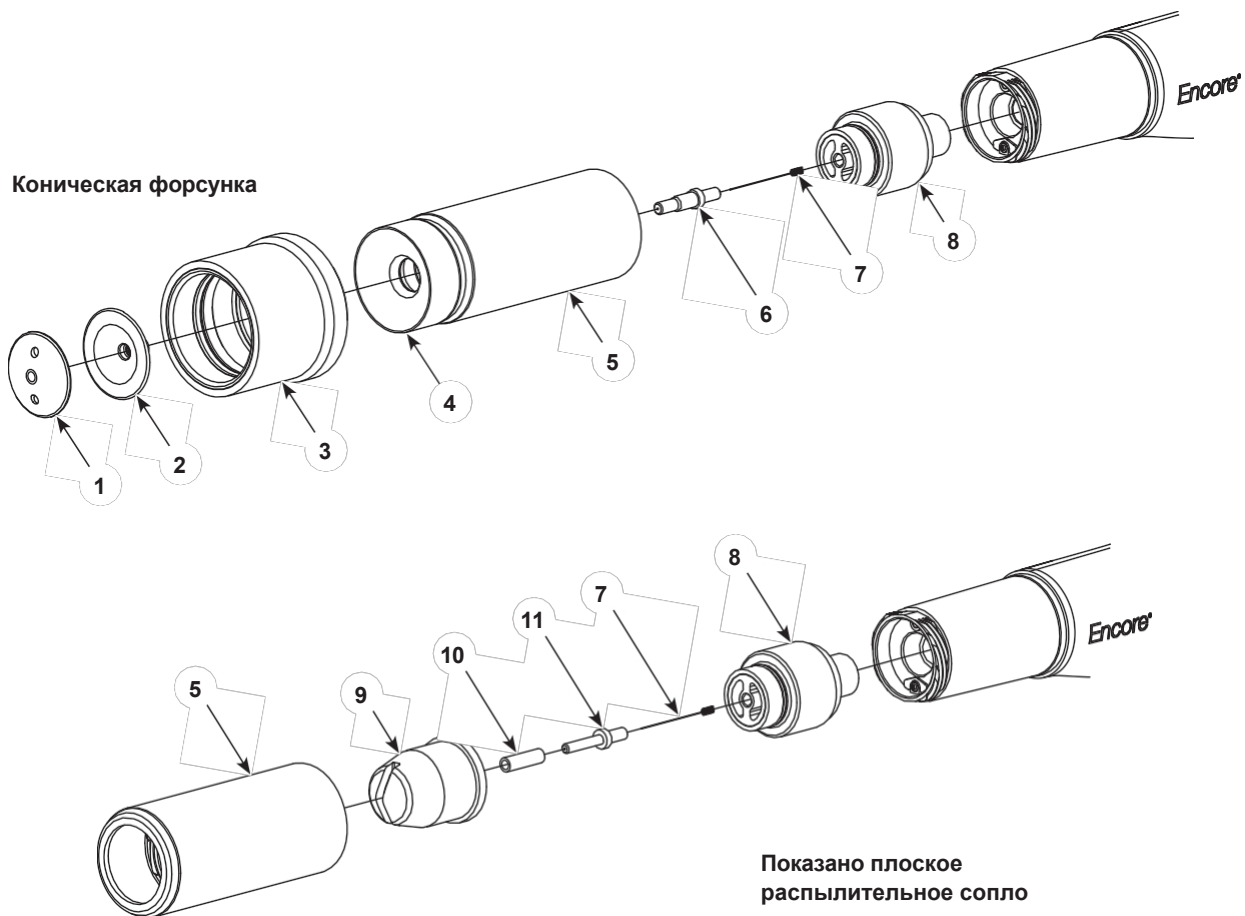

Рисунок 7 Переход с конической на плоскую или угловую распылительную насадку (показана плоская распылительная насадка)
См. рисунок 7. Для замены стандартной конической насадки на плоскую или угловую, необходимо заказать следующие элементы:
3. См. рисунок 7. Снимите сопло с пистолета:
**Коническое сопло:** Отвинтите колпачок дефлектора (1), затем снимите дефлектор (2). Открутите гайку сопла (4) и снимите его вместе с соплом и втулкой (3) с пистолета.
**Плоское или угловое сопло:** Открутите гайку сопла (4) и снимите его вместе с соплом (8) с пистолета.
4. Вытащите опору электрода (7) из пистолета.
7. Если вы используете коническое сопло, снимите шаблонную втулку (3) с гайки сопла и сопла. Очистите все снятые детали с помощью продувочного пистолета низкого давления. Протрите детали чистой сухой тканью.